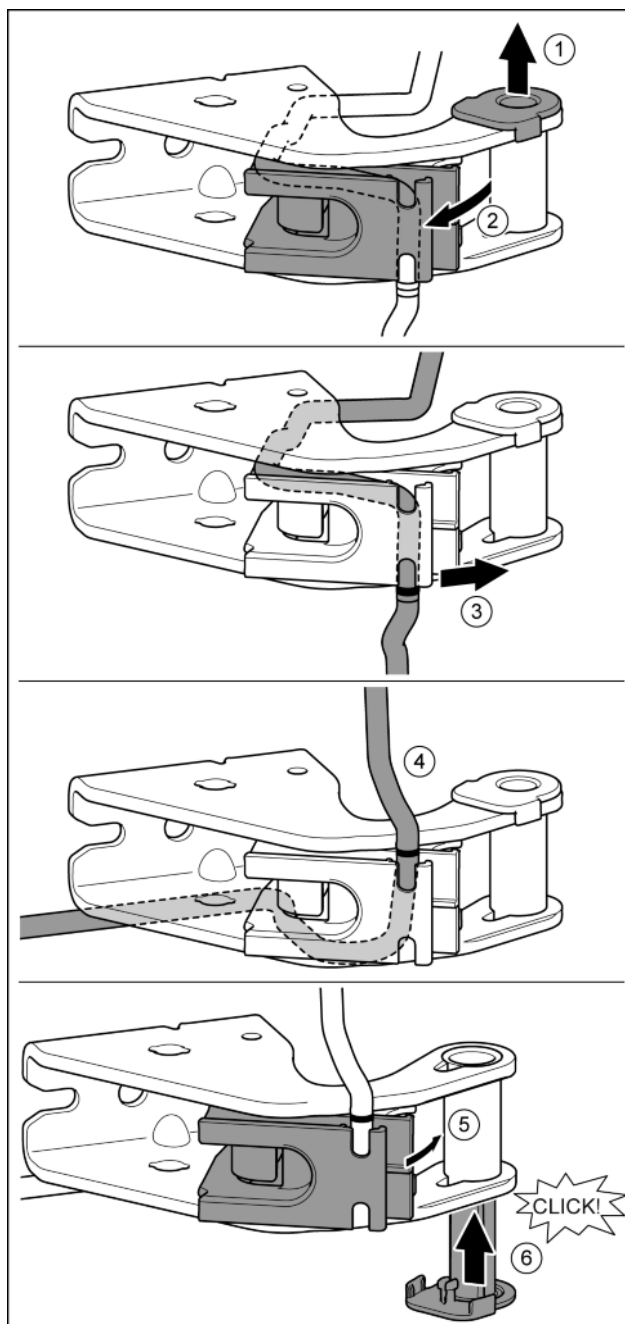

Fig. 23
- Lagerbuchse aus Führung ziehen. Fig. 23 (1)
- Kabelhalterung ausschwenken. Fig. 23 (2)
- Kabel aus der Führung lösen. Fig. 23 (3)
- Kabel spiegelverkehrt einsetzen. Fig. 23 (4)
- Kabelhalterung einschwenken. Fig. 23 (5)
- Lagerbuchse von der anderen Seite einsetzen und einrasten. Fig. 23 (6)